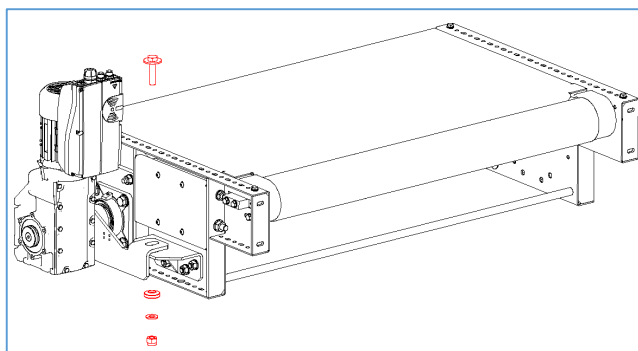

Figura 58 - Svincolo del braccio di reazione del motore
- Svincolare il braccio di reazione del motore dal telaio allentando le sue viti (vedere Figura 58).